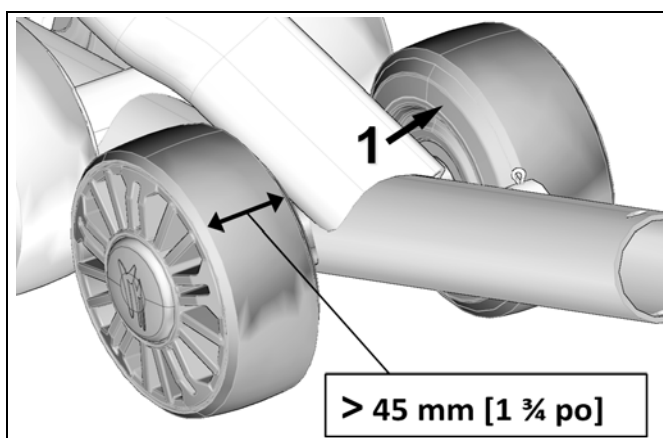

Figure 46
Vérifier l'usure des roulettes sur la bande de contact intérieure (1). Si la bande est perforée et/ou la largeur de la roulette est inférieure à 45 mm, remplacer la roulette. Elle n'offre plus un support adéquat à la chenille et les guides peuvent s'user prématurément. Voir la Figure 46.